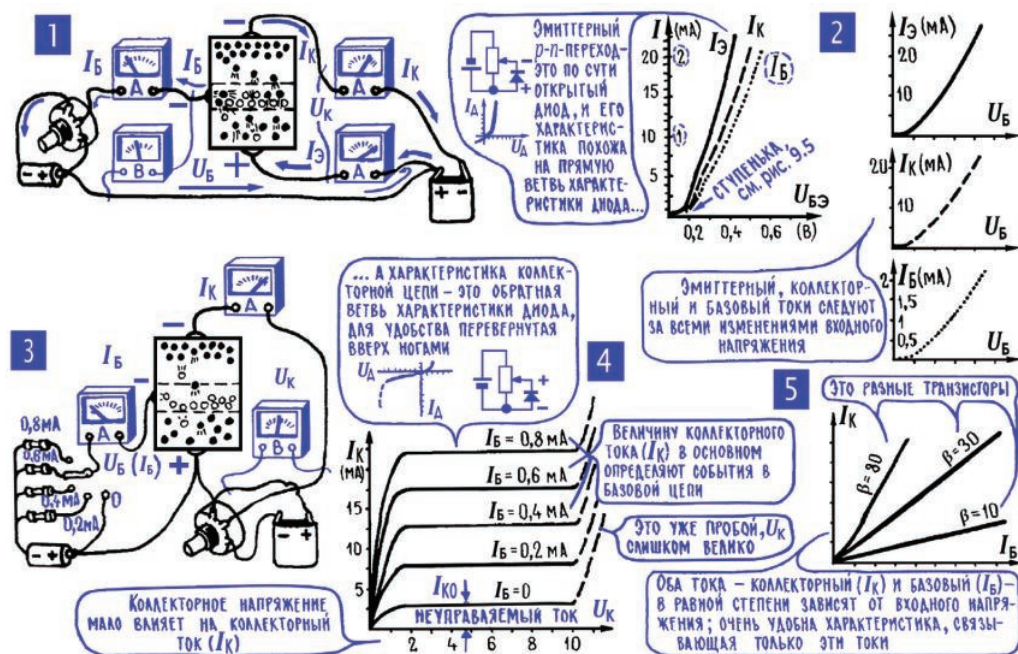
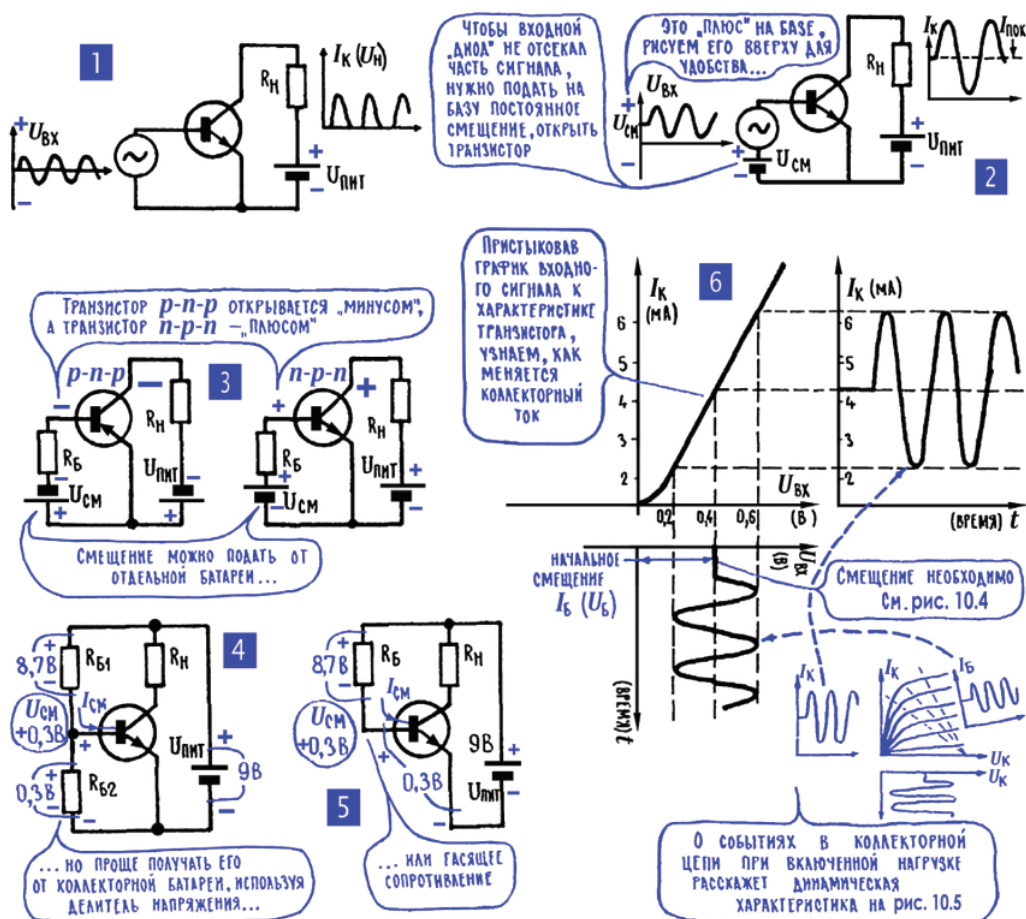
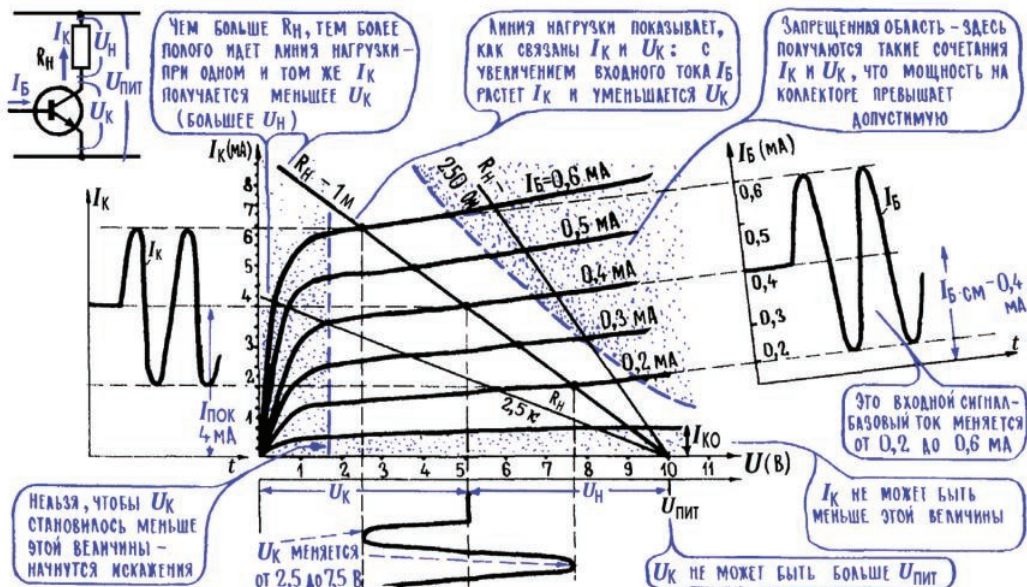
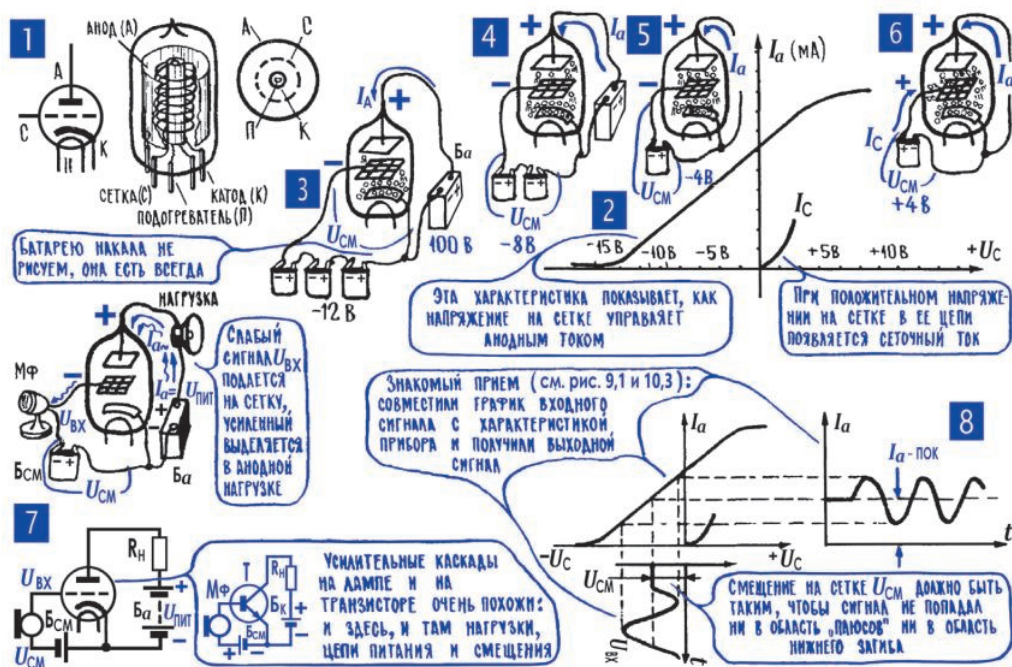

Рис. 10.2. Усилительные функции транзистора
Рис. 10.3. Смещение рабочей точки транзистора
Рис. 10.5. Выходные характеристики транзистора
Рис. 10.7. Электроракуумный триод
Введем несколько обозначений. Все заряды, которые вышли из эмиттера, создают эмиттерный ток  $I_{\varepsilon}$  (рис. 10.2; 1), те, что попали в коллекторный переход, создают коллекторный ток  $I_{\kappa}$ , а те, что сумела захватить база, воспользовавшись своими законными правами, своим «минусом», замыкаются по входной цепи и создают базовый ток  $I_{\text{б}}$ .
**4. О взаимосвязи токов и напряжений в транзисторном усилителе рассказывают его вольт-амперные характеристики.** Зависимость общего тока  $I_{\sigma}$  в эмиттерном  $p$ - $n$ -переходе от приложенного к нему напряжения  $U_{\sigma}$ , а вместе с ней зависимость базового тока  $I_b$  и коллекторного  $I_k$  от этого напряжения (рис. 10.2; 2) в точности повторяют уже знакомую нам вольт-амперную характеристику диода (рис. 9.5). Строго говоря, только ток  $I_{\sigma}$  можно считать истинным током через диод, а токи  $I_b$  и  $I_k$  – это лишь его ответвления, его части. Но части, которые в точности следуют за всеми изменениями целого. Поэтому вольт-амперные характеристики для токов  $I_b$  и  $I_k$  почти в точности повторяют вольт-амперную характеристику для тока  $I_{\sigma}$ , и если их построить в определенных масштабах (одинаковым
отрезкам на вертикальной оси соответствуют разные значения токов), то все три характеристики будут почти неотличимы (рис. 10.2; 2).
На основе последних двух характеристик можно построить еще одну – она покажет, как зависит коллекторный ток от базового (рис. 10.2; 5), то есть ток  $I_k$ , в котором отражен выходной сигнал, от тока  $I_б$ , в котором отражен входной сигнал. Эта характеристика пойдет тем круче, чем больше коэффициент усиления по току  $\beta$  – одному и тому же изменению базового (входного) тока при разных  $\beta$  будут соответствовать разные изменения коллекторного (выходного) тока.
Нетрудно построить вольт-амперную характеристику и для коллекторного  $p$ - $n$ -перехода. Нужно только помнить, что на коллектор подается «минус» (в  $p$ - $n$ - $p$ -транзисторе), что коллекторный переход работает в режиме диода, включенного в обратном направлении, запертого. Вольт-амперная характеристика коллекторной цепи (рис. 10.2; 4) – это есть обратная ветвь вольт-амперной характеристики диода (рис. 9.5), для удобства лишь перевернутая «вверх ногами». На этой характеристике целое семейство кривых – они относятся к нескольким значениям тока в эмиттерном  $p$ - $n$ -переходе.
**Примечание редактора.** Во избежание недоумений читателя необходимы пояснения по поводу часто и далее упоминаемого автором напряжения база–эмиттер как управляющего током коллектора. В теоретических источниках [1–4] неоднократно подчеркивается, что напряжение эмиттер–база не может выйти за пределы прямого падения напряжения на  $p$ - $n$ -переходе (0,6–0,7 В), так как базовый переход представляет собой диод, включенный в прямом направлении. В этом легко убедиться и на практике, просто померив напряжение база–эмиттер на правильно включенном открытом транзисторе (например, по схеме на рис. 10.13; 1 при верхнем положении переключателя К1). Если вы попытаетесь подать на базу в таком включении напряжение, например, 2 В от достаточно мощного источника, то базовый переход просто выгорит; если ток каким-то образом ограничить (например, резистором, как на рис. 10.3; 5 или том же рис. 10.13; 1), то напряжение установится все равно на уровне 0,6–0,7 В. О каком же управлении коллекторным током с помощью напряжения на базе можно говорить?
**5. Во избежание искажений нужно создать в базовой цепи некоторый начальный ток – ток смещения.** Пристыковав к одной из входных вольт-амперных характеристик транзистора (рис. 10.2; 2) график переменного напряжения, которое нужно усилить, график слабого усиливаемого сигнала, можно получить график его мощной копии, график изменения коллекторного тока. Первая же попытка выполнить такую операцию сталкивает нас с чрезвычайно неприятным явлением, которого, между прочим, следовало ожидать: под действием переменного напряжения во входной цепи транзистора идет не переменный, а пульсирующий ток (рис. 10.3; 1), так же, как шел пульсирующий ток в цепи полупроводникового диода (рис. 9.6). И поэтому в процессе усиления мы до неузнаваемости исказим слабый сигнал, что, мягко говоря, весьма нежелательно. Без подробного анализа обстановки сразу же предложим верный способ борьбы с такими искажениями сигнала: к входной цепи транзистора вместе с усиливаемым сигналом нужно подвести еще некоторое постоянное напряжение, создать некоторый ток смещения. И подобрать этот ток смещения нужно с таким расчетом, чтобы сигнал на входе транзистора, с одной стороны, не переходил опасную границу допустимого прямого тока базы, а с другой – не попадал в область запирающих напряжений, в область «минуса» на базе *n-p-n*-транзистора (рис. 10.3; 2). Устанавливая начальное смещение, очень часто приходится поглядывать и на допустимый коллекторный ток, его тоже нельзя превышать.
**6. Смещение на базу легко подать от коллекторной батареи.** Существуют разные способы введения в базовую цепь постоянного тока смещения  $I_{см}$ . Можно для этого использовать отдельную батарею (рис. 10.3; 3), а можно подать на базу необходимое постоянное напряжение от коллекторной батареи. Чтобы открыть эмиттерный переход, на базе относительно эмиттера в *n-p-n*-транзисторах должен быть «плюс» (чтобы появился постоянный ток  $I_{см}$  между базой и эмиттером, должно появиться постоянное напряжение  $U_{см}$ ). Но коллекторная батарея тоже дает «плюс» относительно эмиттера — этот «плюс» как раз и подается на коллектор. Коллекторное напряжение, если можно так сказать, имеет удачную полярность, чтобы по совместительству использовать его для подачи положительного смещения на базу.
Можно попробовать сделать это с помощью делителя (рис. 10.3; 4), который в нужное число раз уменьшает напряжение – на коллектор подается несколько вольт, а смещение на базе составляет доли вольта. Более простой и надежный способ подачи смещения – «минус» попадает на базу через гасящий резистор  $R_{\text{б}}$  (рис. 10.3; 5). Ток базы, проходя по этому резистору, создает на нем значительное падение напряжения, и на базе остается малая часть коллекторного напряжения. Чем меньше сопротивление гасящего резистора  $R_{\text{б}}$ , тем меньшая часть коллекторного напряжения теряется на нем, тем больше отпирающий «плюс» на базе. Об этом можно сказать и иначе: входное сопротивление эмиттерного перехода мало (транзистор открыт), а последовательно с ним включено  $R_{\text{б}}$  со сравнительно большим сопротивлением. И поэтому именно  $R_{\text{б}}$  определяет ток в цепи (рис. 4.5): чем меньше  $R_{\text{б}}$ , тем больше этот ток, который для транзистора служит начальным током смещения.
2 А именно – до нарушения условия нахождения постоянного напряжения коллектора (рабочей точки, напряжения смещения) в пределах линейного участка характеристик (см. рис. 10.3; 6 и рис. 10.5 далее). Более подробные пояснения см. в разделе 22 этой главы.
На вольт-амперной характеристике коллекторной цепи (рис. 10.5) есть дугообразная линия, граница допустимой мощности. Эта линия появилась как результат простых арифметических операций: определялись такие пары тока  $I_{\text{к}}$  и напряжения  $U_{\text{к}}$ , при которых  $P_{\text{к}} = I_{\text{к}} \cdot U_{\text{к}}$  не превышает допустимую мощность  $P_{\text{к, доп}}$ . Точно такая же граница допустимых токов и напряжений может быть построена для любого реального транзистора.
Особенно неприятен обратный ток коллекторного  $p$ - $n$ -перехода  $I_{кбо}$ . На рис. 10.5 отмечен некий ток  $I_{ко'}$ , который течет через транзистор даже тогда, когда он полностью закрыт (база соединена с эмиттером, ток базы равен нулю). Это следствие как раз наличия обратного тока коллектора, и самое неприятное не то, что он есть, а то, что он сильно зависит от температуры (см. табл. 10.1). Появление собственных носителей, собственных свободных зарядов, связано только с тепловыми движениями атомов в кристаллической решетке полупроводника (гл. 9; 5). И чем выше температура, тем энергичнее эти движения, тем больше становится собственных носителей. Изменяясь с температурой, обратный ток коллектора может влиять на работу всего усилителя, и поэтому стараются, чтобы ток  $I_{кбо}$  был как можно меньше.
У маломощных кремниевых транзисторов температурная зависимость тока  $I_{кбо}$  даже немного выше, чем у германиевых (увеличение примерно в 10 раз на каждые 30°), но сама абсолютная величина тока ничтожна – при комнатной температуре составляет доли микроампера и даже при повышенной не превышает единиц микроампер (см. табл. 10.1) (почему так, легко понять, если сравнить собственные проводимости германия и кремния, см. гл. 9; 5). Поэтому в схемах с кремниевыми транзисторами наличие обратного тока коллектора можно спокойно игнорировать: величина  $I_{ко'}$ , показанная на рис. 10.5, для них настолько мала, что ее невозможно изобразить в нормальном масштабе. Единственное, что осталось в практике с тех времен: рекомендация «на всякий случай» не включать питание транзисторов с никуда не подключенной («оборванной») базой. Действительно, для мощных транзисторов величина  $I_{кбо}$  может быть достаточно велика для того, чтобы основательно «саморазогреть» транзистор (см. данные КТ818Б/КТ819Б в табл. 10.1: 10 мА ( $I_{кбо}$  при 100°) · 100 В ( $U_{кэ,доп}$ ) = 1 Вт!).
Следующий шаг – введем в лампу еще один, третий электрод, так называемую управляющую сетку, и поставим ее на пути анодного тока. Название «сетка» идет с далеких времен, когда сетка действительно была сеткой; в обычных лампах это спираль, окружающая катод на небольшом расстоянии от него (рис. 10.7; 1). Управляющая сетка превращает диод в трехэлектродную усилительную лампу – триод. Кстати, транзистор первоначально называли полупроводниковым триодом, у него тоже три электрода, три рабочие зоны – эмиттер, база, коллектор.
Сетка расположена близко к катоду, и напряжение на ней очень сильно влияет на анодный ток – «плюс» на сетке подтягивает электроны, увеличивает число свободных электронов, вырвавшихся из облачка вблизи катода и отправившихся в далекое путешествие к аноду (рис. 10.7; 6). «Минус» на сетке, наоборот, отталкивает электроны к катоду, уменьшает анодный ток (рис. 10.7; 3, 4, 5). Одним словом, усиливаемый сигнал  $U_{BX}$ , действуя с командного пункта трехэлектродной лампы, с сетки, управляет анодным током  $I_a$ , а тот, проходя по нагрузке  $R_n$ , выделяет в ней мощную копию усиливаемого сигнала (рис. 10.7; 7). Можно рассказать об этом и другими словами: усиливаемый сигнал меняет число зарядов, которые реально могут двигаться к аноду, а значит, меняет внутреннее сопротивление лампы  $R_a$  (рис. 10.7; 8). Однако с какой стороны ни посмотришь на события в усилительной лампе, одно остается бесспорным – энергию на создание «мощной копии» дает анодная батарея.
**12. На управляющую сетку обычно подается отрицательное смещение.** О событиях в лампе лучше всего могут рассказать ее характеристики, в частности анодно-сеточная, она показывает, как анодный ток зависит от напряжения на сетке (рис. 10.7; 2). Обратите внимание: при положительных напряжениях на сетке, кроме анодного, появляется еще и сеточный ток  $I_c$ . Появляется он потому, что, несмотря на «прозрачность» сетки,
Имея опыт с выбором рабочей точки транзистора (рис. 10.3), мы легко найдем, как избавить лампу от сеточных токов: для этого достаточно вместе с сигналом подать на сетку (относительно катода) некоторое отрицательное постоянное смещение, некоторый «минус» (рис. 10.7; 8).
Напряжение  $U_{cm}$  – не что иное, как вспомогательное отрицательное смещение на сетку: «минус» этого напряжения (относительно катода) через  $R_c$  подается на сетку и смещает влево рабочую точку на характеристике лампы, избавляет каскад от сеточных токов (рис. 10.7). Удачная полярность напряжения  $U_{cm}$  получается потому, что анодный ток  $I_a$  течет от «плюса» к «минусу», от анода к катоду.
несколько десятков или сотен раз (зависит от транзистора). Пример такого расчета:  $R_{61} = 110 \text{ кОм}$ ;  $R_{62} = 10 \text{ кОм}$ ;  $R_3 = 1,0 \text{ кОм}$ ;  $R_H = 10 \text{ кОм}$ ;  $C_3 = 10 \text{ мкФ}$ . Легко проверить, что при таких параметрах рабочая точка транзистора (напряжение на коллекторе в состоянии покоя) не зависит от напряжения питания, если оно выше примерно 6–7 В, и всегда будет лежать примерно на половине напряжения питания (как на рис. 10.5).